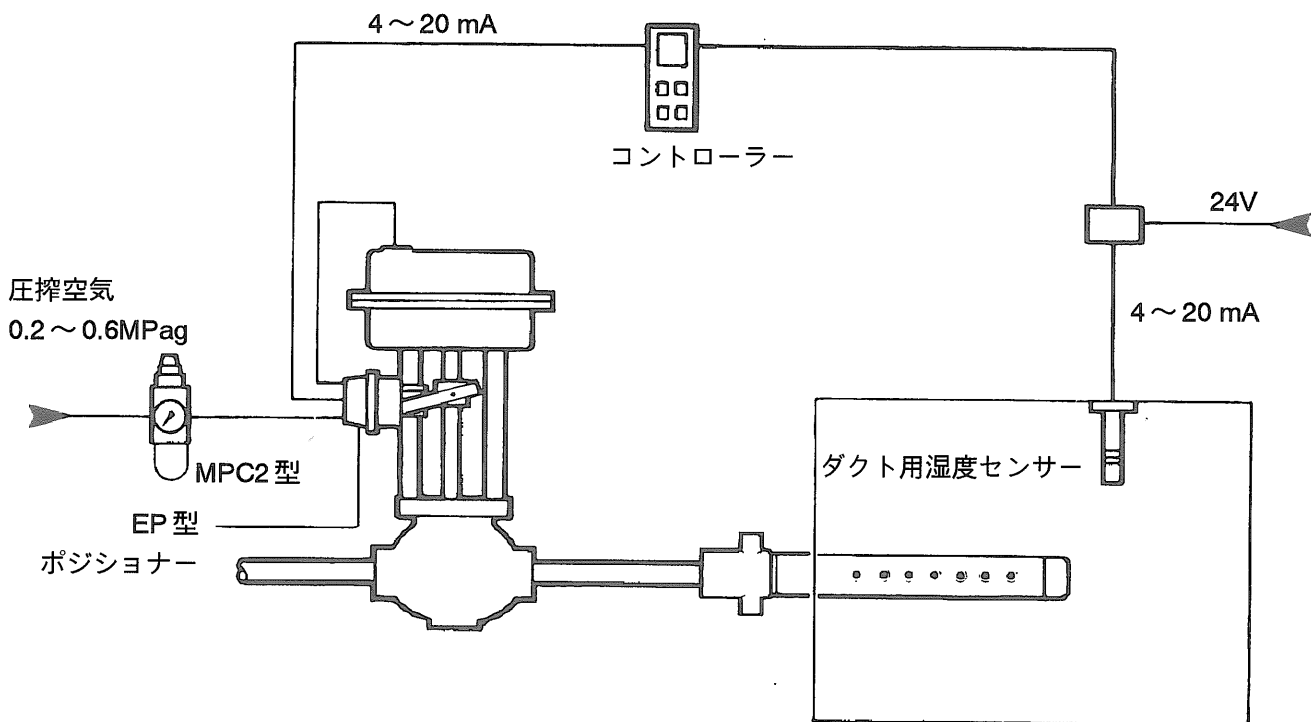

図 20. 典型的なポジショナー付き空圧制御弁の設置例。
4. 図20は典型的なポジショナー付き空圧制御弁の設置例を示しています。